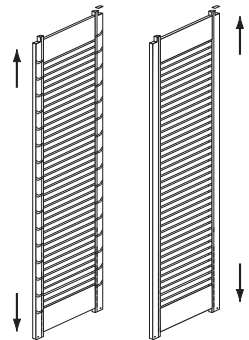

FIG. 3.0
1. Sélectionner les montants (B) de Tour et les positionner en face l'un de l'autre, le côté avec les rainures vers l'intérieur. (L'extrémité crantée vers le haut) (Fig. 3.0)